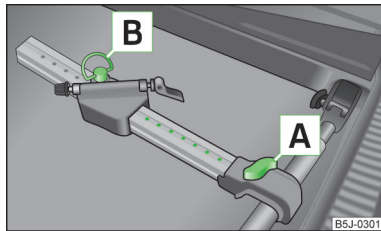

Abb. 73
- › Die Schraube **A** » Abb. 73 etwas herausziehen und den Längsträger (Alu-Teil) zum Querträger schieben, bis die Fassung einrastet.
- › Die Schraube **A** » Abb. 73 auf Seite 81 lösen und den Fahrradträger zusammen mit dem befestigten Fahrrad nach links schieben, sodass es zwischen dem Lenker und dem Seitenfenster des Gepäckraums zu keiner Kollision kommen kann.